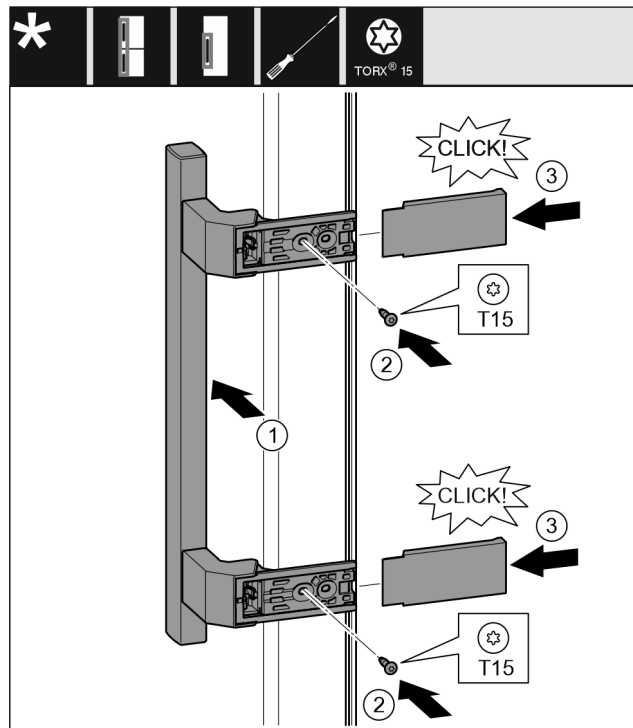

Fig. 40
- Griff auf der Gegenseite ansetzen. Fig. 40 (1)
- Schrauben mit Schraubendreher T15 festschrauben. Fig. 40 (2)
- Abdeckungen seitlich ansetzen und aufschieben. Fig. 40 (3)